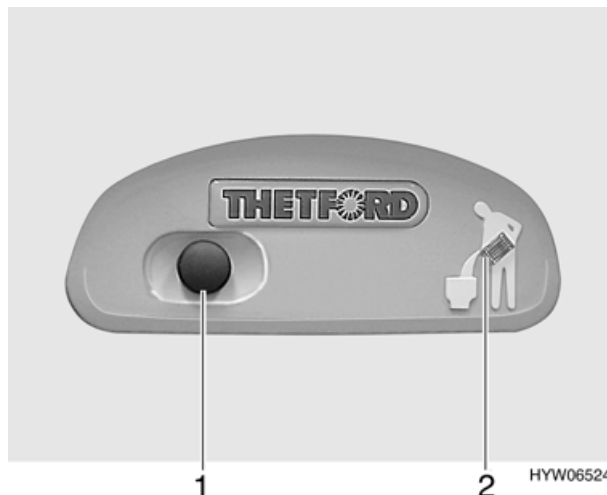

Fig. 96 Pulsante acqua di scarico/Luce spia cassetta Thetford
- Per sciacquare premere il pulsante blu (Fig. 96,1).
Quando la cassetta Thetford è piena e deve venire svuotata, la luce spia (Fig. 96,2) si accende.